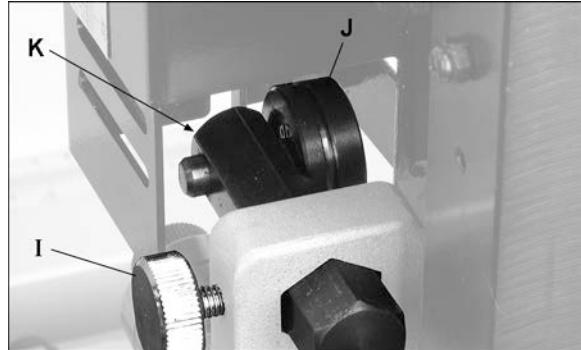
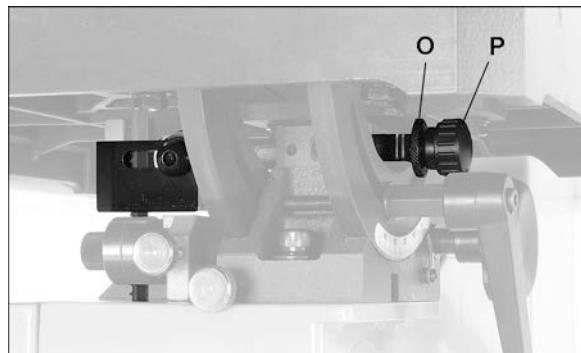

Fig 40
Fig 42
Réglez le rouleau de guide arrière avec la vis de réglage (P) afin que la distance vers la lame de la scie soit de 1mm (Fig 40 ~ Fig 42).